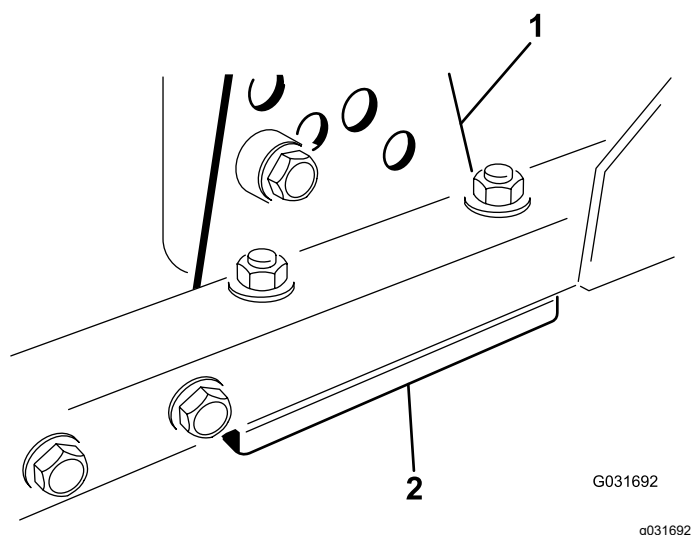

Figura 100
1. Îndepărtați consola pentru înălțimea de tăiere (față, stânga sau dreapta) de pe cadrul punii (Figura 100).
2. Reglați lamele de 1,5 mm i/sau lama de 0,7 mm între cadrul punii i consolă pentru a obține setarea de înălțime dorită (Figura 100).